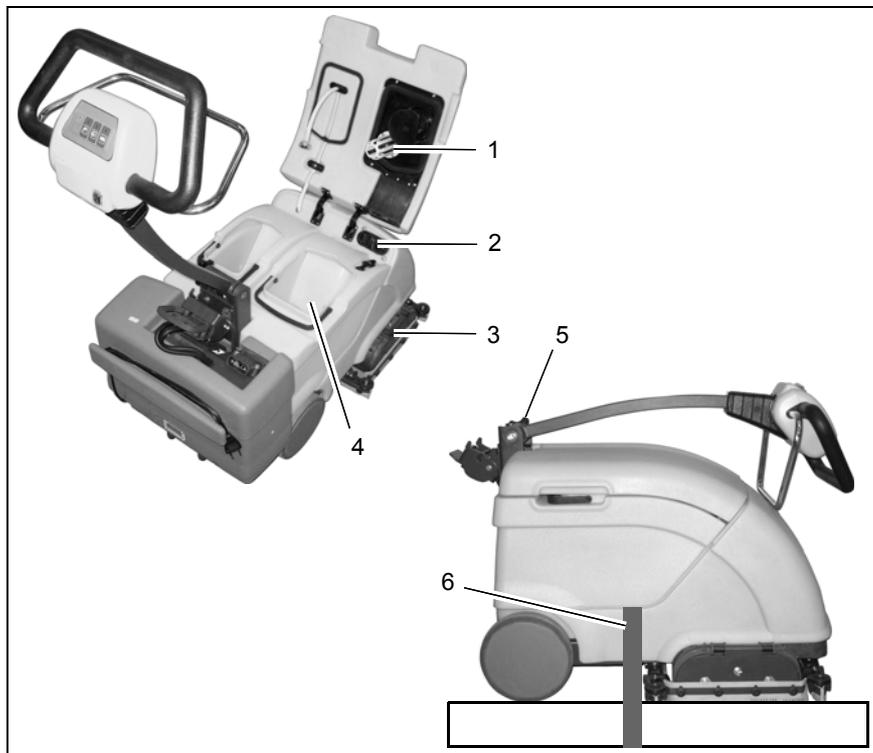

Fig.12
- Verifique o filtro de ar (Fig. 12/1) por bloqueios.
- Verifique as vedações (Fig. 12/2) do tanque de água suja.
- Verifique a mangueira de aspiração e rodo na cabeça das escovas (Fig. 12/3) por bloqueios.
- Esvazie o tanque de água suja (Fig. 12/4).
3. Desaperte o manípulo de aperto (Fig. 12/5) e mova o guiador para a posição de transporte.
4. Remova as escovas e coloque as rodas de suporte na posição de trabalho. Fixe o equipamento ao dispositivo de transporte com suportes de fixação adequados. (Fig. 12/6).